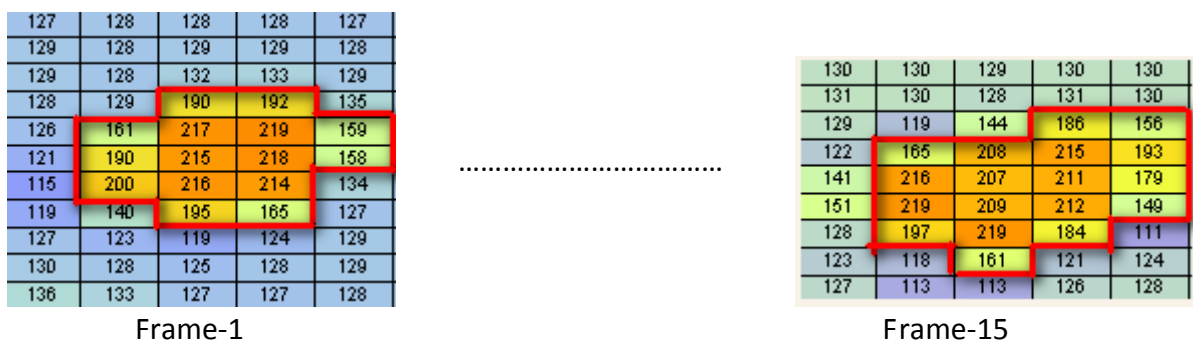

Figure 5-37: 大拇指並點判斷按壓能量示意圖
- ◆ 如下圖 Figure 5-37 示意。假設 GROUP_LEVEL = 20。